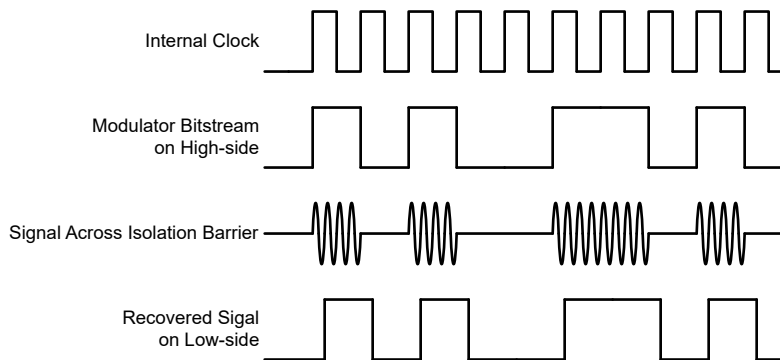

図 7-3. OOK ベースの変調方式
図 7-3 に示されているように、AMC0386-Q1 は、オン / オフ キーイング (OOK) 変調方式を使用して、変調器の出力ビットストリームを、 SiO_2 ベースの絶縁膜間で伝送します。送信ドライバ (TX) を 機能ブロック図 示します。TX は、内部で生成された高周波キャリアを絶縁バリア越しに送信し、デジタル 1 を表現します。ただし、TX はデジタル 0 を表す信号を送信しません。AMC0386-Q1 で使用されるキャリアの公称周波数は 480MHz です。